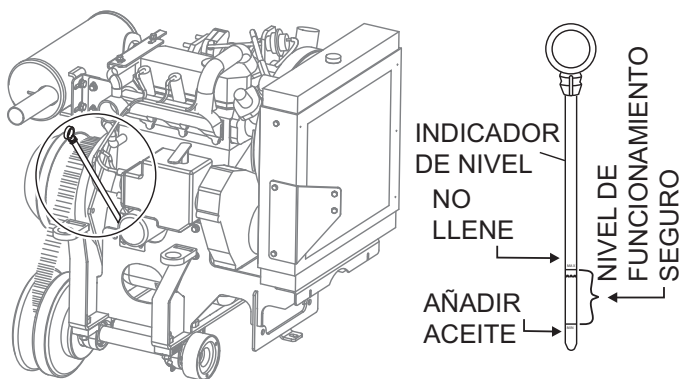

Figura 7. Varilla de nivel de aceite del motor
3. Determine si el nivel de aceite del motor es bajo (Figura 7), añada la cantidad correcta de aceite de motor para hacer que el nivel de aceite sea un nivel seguro normal (Vea Grados de viscosidad recomendados, Tabla 5).